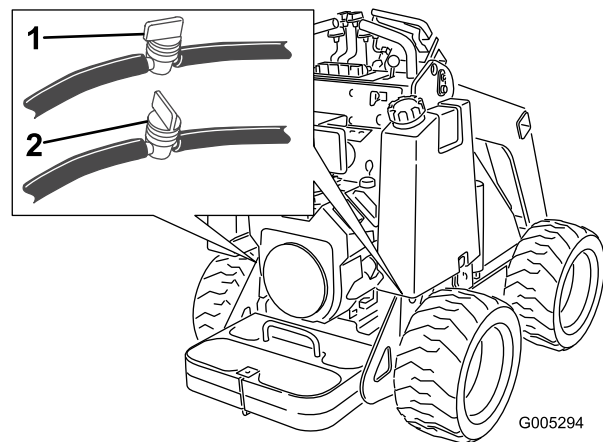

図 32
2. 各燃料タンクの下にある燃料バルブを閉じる 図 32。
3. 図 32のように、燃料タンクの下にあるホースについている燃料バルブを閉じる。
8. 図 32に示すように、燃料タンクの下にあるホースについている燃料バルブを開く。